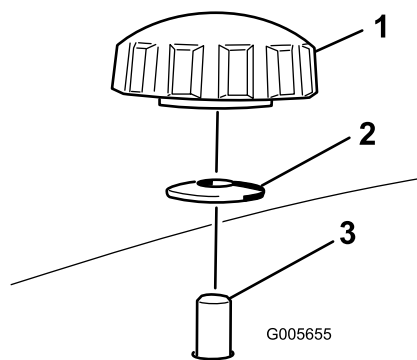

Figura 5
2. Inserite il diaframma sinistro nel piatto fissando i perni sul diaframma sopra il tosaerba utilizzando le 2 manopole e le rondelle curve (lato concavo verso il tosaerba) come illustrato nella Figura 4 e Figura 5.
3. Infilate il diaframma destro nell'apertura di scarico e fissarla utilizzando le 2 manopole e le rondelle curve (lato concavo verso il tosaerba) come illustrato nella Figura 4 e Figura 5.